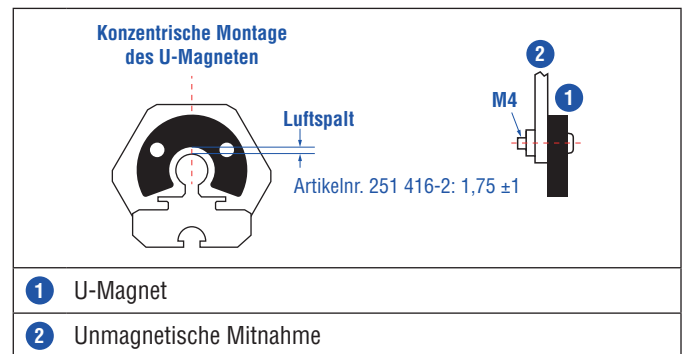
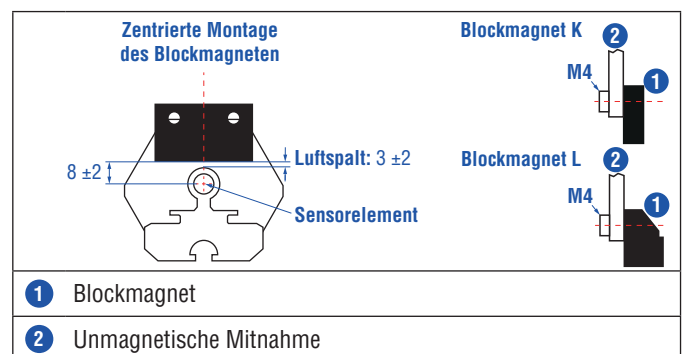

Abb. 37: Montage U-Magnet (Artikelnr. 251 416-2)
Abb. 38: Montage Blockmagnet K (Artikelnr. 251 298-2) und Blockmagnet L (Artikelnr. 403 448)
- Montieren Sie Blockmagnete zentriert über dem Messstab oder dem Sensorprofil. Maximal zulässigen Luftspalt nicht überschreiten (Abb. 37/Abb. 38).